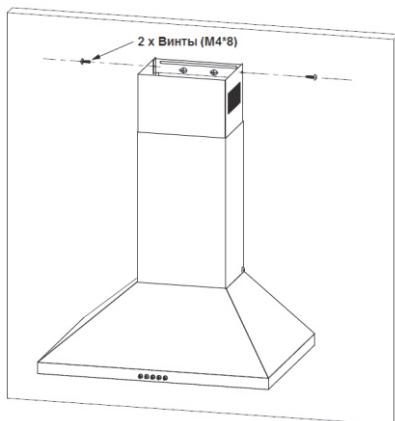

Рис. 9
7. Закрепите удлинительную трубу. Смотри Рис.9.